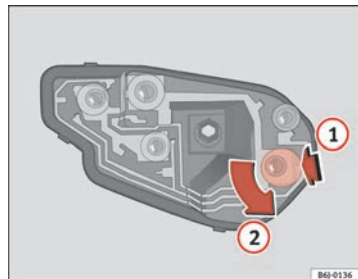

Abb. 146 Glühlampenersatz Rückleuchten
- Nach dem Abnehmen der Lampenfassung nach unten in Richtung des Pfeils **(1)** drücken und gleichzeitig in Richtung des Pfeils **(2)** ⇒ Abb. 146 drehen. ■